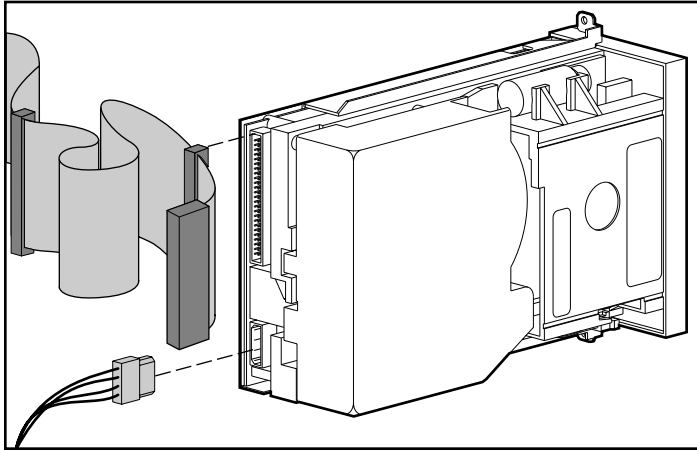

Abbildung 2-8: Anschließen des internen Wide-SCSI-Kabels am Bandlaufwerk
7. Schließen Sie das interne Wide-SCSI-Kabel am Bandlaufwerk an. Siehe Abbildung 2-8.